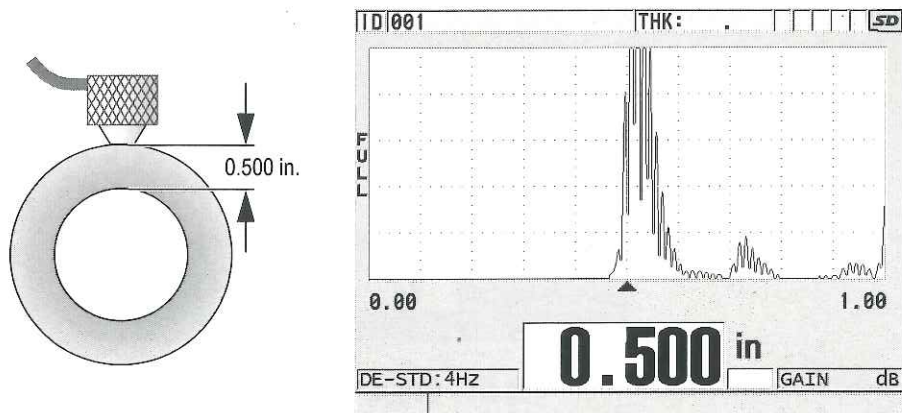

図 5-9 二振動子型探触子の接触および厚さ測定値の読み取り
2. 中程度の圧力で、探触子の先端を試験体の表面に接触させ、試験体の表面上で探触子をできるだけ垂直に当てます (70 ページ図 5-9 参照)。